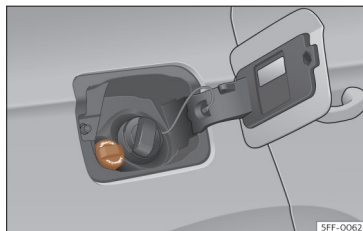

Fig. 212 Tampão do bocal de enchimento do reservatório do AdBlue®.
- Abrir a tampa do depósito >>> **Fig. 212.**
- Gire o tampão de fecho do bocal de enchimento de SCR para a esquerda >>> **Fig. 212.**